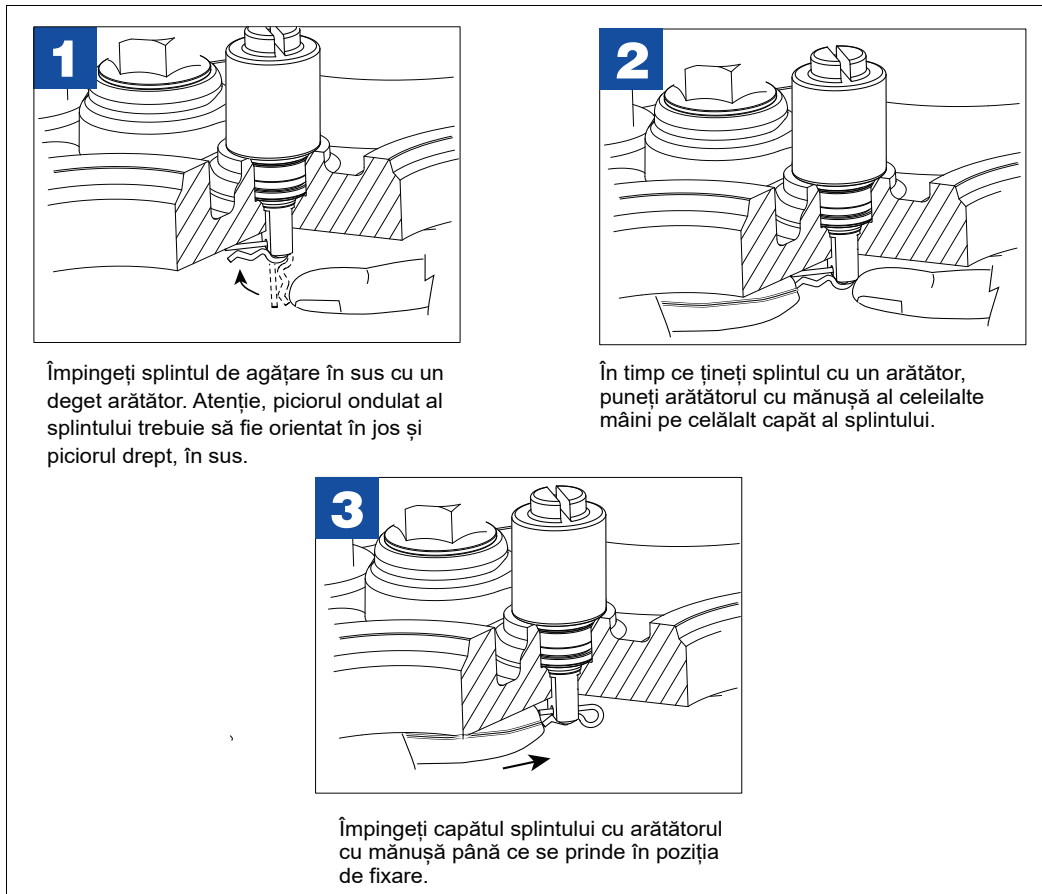

Figura 42. Instalarea splintului de agățare al șurubului de purjare a aerului în poziția de reținere
9. Când șurubul este rotit în sens orar complet în jos, dar nu strâns, folosiți degetul arătător de la o mână pentru a împinge splintul de agățare, așa cum se arată în diagrama 1 din Figura 42.
10. Ținând splintul de agățare în sus cu arătătorul de la o mână, puneți arătătorul cu mânușă de la cealaltă mână pe capătul splintului, așa cum se arată în diagrama 2 din Figura 42.
11. Împingeți capătul pinului cu arătătorul cu mânușă până ce se prinde în poziția de fixare, așa cum se arată în diagrama 3 din Figura 42.